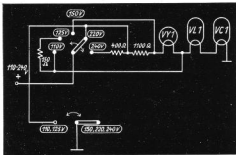

Bild 379. Schaltung des Heizkreises eines Empfängers VC 1, VL 1, VY 1 mit Umschaltung für verschiedene Netzspannungen
a) **Einkreisempfänger VC 1, VL 1, VY 1.** Bild 379 gibt die Umschaltordnung des Heizkreises für die Netzspannungen 110, 125, 150, 220 und 240 V. Es können zwei Einzelschalter oder ein Doppelschalter mit 5 Kontakten verwendet werden. Die Röhren werden, wie oben dargestellt, in Reihe bzw. parallel geschaltet, wobei die überschüssigen Spannungen durch entsprechend bemessene Vorwiderstände vernichtet werden.